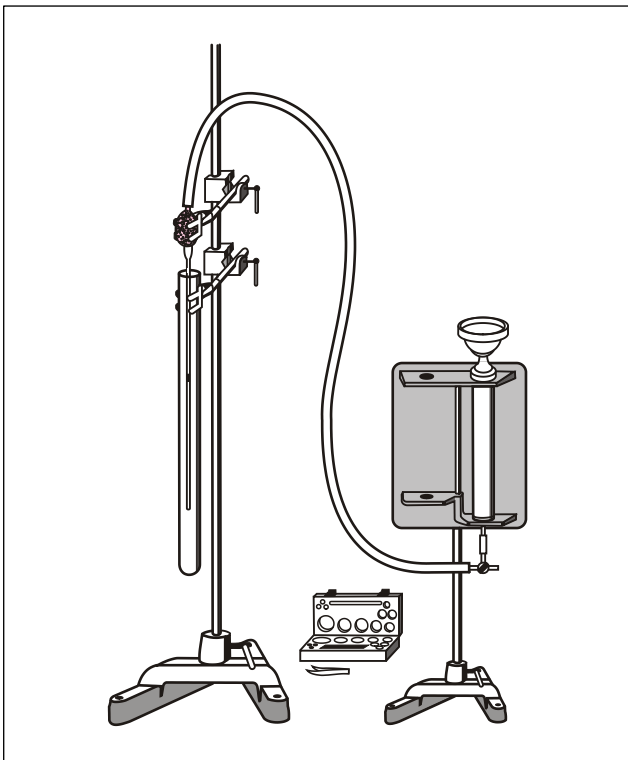

Bild 2: Versuchsaufbau
- Überprüfen Sie, ob der Versuchsaufbau **Bild 2** mit angeschlossenem Kolbenprober 100ml und geöffnetem Dreivegehahn entspricht.
Ein Kolbenprober (*Bild 2, rechts*) ist mit einem Schlauch an der Olive des Gasthermometers angeschlossen. Ein intakter Quecksilbertropfen lässt sich durch Erzeugung von Unterdruck mittels des Kolbenprobers in die kleine Ausbauchung unter der Glasfritte bringen. Ist der Quecksilbertropfen in kleine Kügelchen zersprungen, so sind die Kügelchen durch zusätzliches leichtes Klopfen an der Kapillare in die Ausbauchung zu befördern. Ein einzelnes am unteren Skalenende des Gasthermometers hängendes Quecksilberkügelchen schadet bei den Messungen nicht.